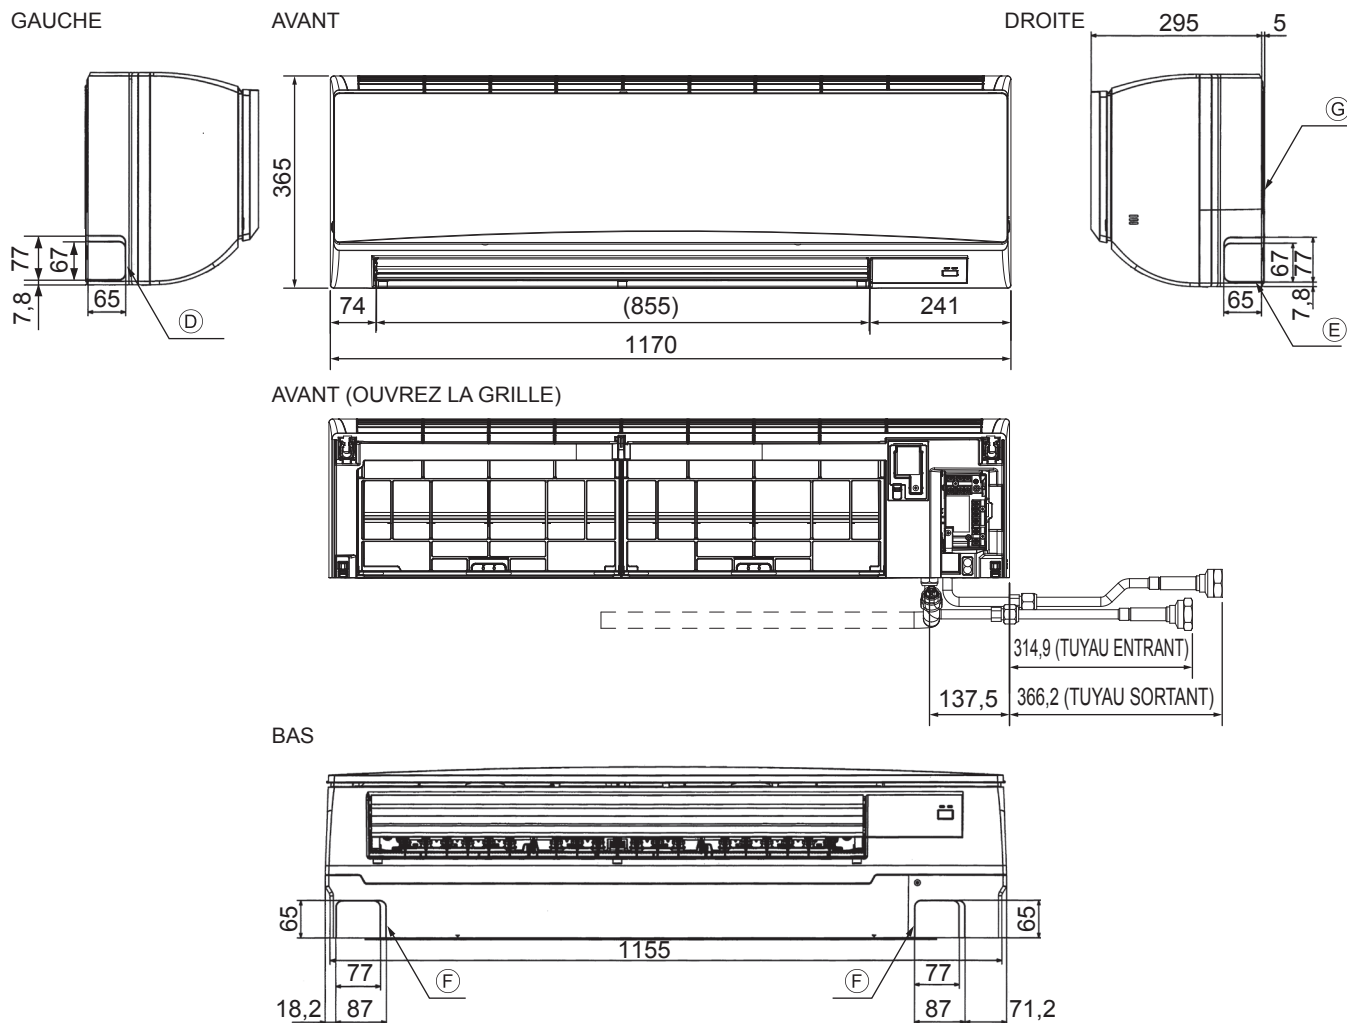

Fig. 4-7
4.2. Mise en place des tuyaux d'eau et d'écoulement (Fig. 4-7)
- (A) Tuyau d'eau (sortant)
- (B) Tuyau d'eau (entrant)
- (C) Tuyau d'écoulement
- (D) Orifice de la rondelle du tuyau gauche
- (E) Orifice de la rondelle du tuyau droit
- (F) Orifice de la rondelle du tuyau inférieur
- (G) Plaque d'installation ①